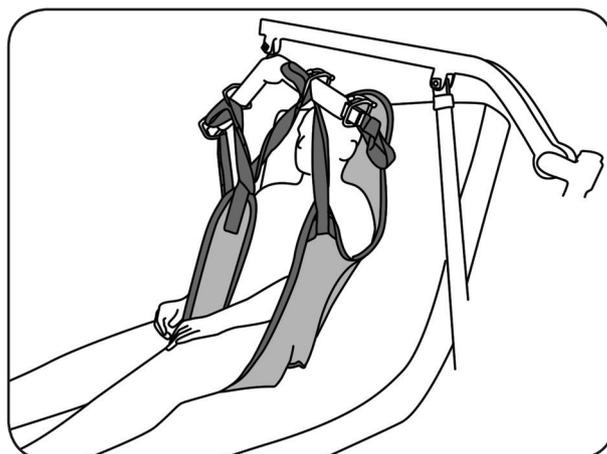

Abb. 8.2.03 – Anheben des Patienten
13. Heben Sie den Patienten mit dem aks-Patientenlifter an (Abb. 8.2.03). Beobachten Sie dabei den Patienten und die Straffung des Liftergurtes. Korrigieren Sie gegebenenfalls den Sitz des Liftergurtes durch erneutes Ablassen des Patienten und Verschieben der ungünstig sitzenden Teile des Liftergurtes. Beobachten Sie während des gesamten Hebevorganges ständig den Patienten und den Sitz des Liftergurtes. Heben Sie den Patienten nur so hoch wie nötig.